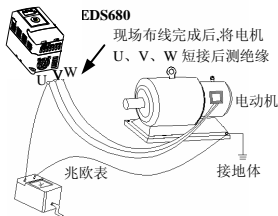

图 1-1 电机绝缘检查示意图
- (1) EDS680 系列变频器为电压型变频器，使用时电机的温升、噪声和振动与工频运行相比较略有增加，属正常现象。
- (2) 本产品为风机类专用变频器，不能用于恒转矩类负载。
- (3) 应通过通讯或其它正常的命令通道对变频器进行起停控制。严禁在变频器输入侧使用接触器等强电开关直接频繁起停操作，否则会造成设备损坏。
- (4) 如果需要在变频器输出和电机之间安装接触器等开关器件，请确保变频器在完全停机后进行通断操作，否则可能会损坏变频器。
- (5) 变频器在一定的输出频率范围内，可能会遇到负载装置的机械共振点，可设置跳跃频率来避开。
- (6) 使用前，应确认电源电压在允许的工作电压范围之内，否则应做变压处理或订购特种变频器。
- (7) 在海拔高度超过 1000 米的条件下，变频器应降额使用，每增加 1000 米高度输出电流约降低额定电流的 10%。
- (8) 电机在首次使用或长时间放置后再使用之前，应做电机绝缘检查。请使用 500V 电压型兆欧表按图 1-1 所示进行检查，绝缘电阻不得小于  $5\text{ M}\Omega$ ，否则有损坏变频器的可能。